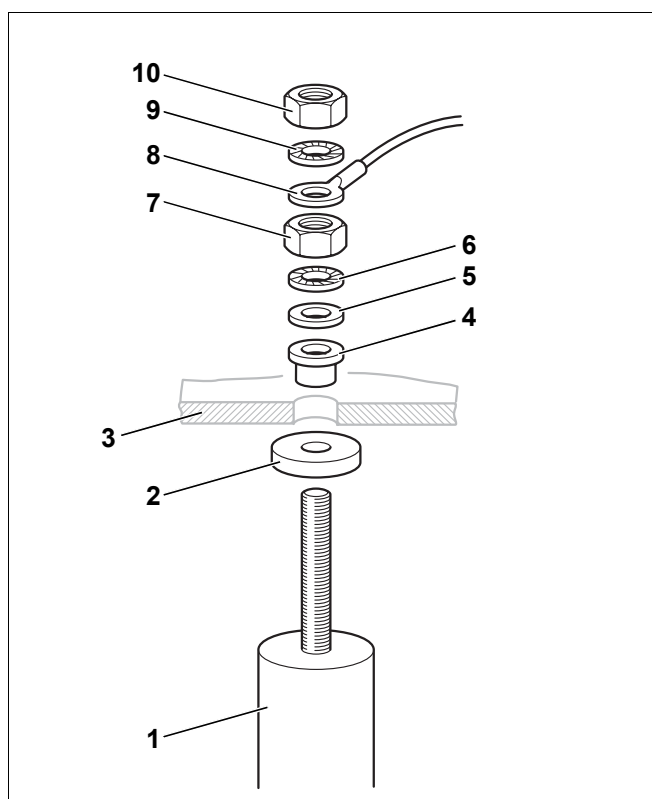

Рис. 15 Замена магниевого анода
- Проверить износ магниевого анода (рис. 15, **поз. 1**). Заменить анод, если его диаметр уменьшился примерно до 15 – 10 мм.
- Отвернуть гайку М8 (рис. 15, **поз. 10**), чтобы освободить ушко заземляющего провода (рис. 15, **поз. 8**).
- Отвернуть гайку М8 (рис. 15, **поз. 7**).
- Снять крышку люка (рис. 15, **поз. 3**) с магниевого анода (рис. 15, **поз. 1**).